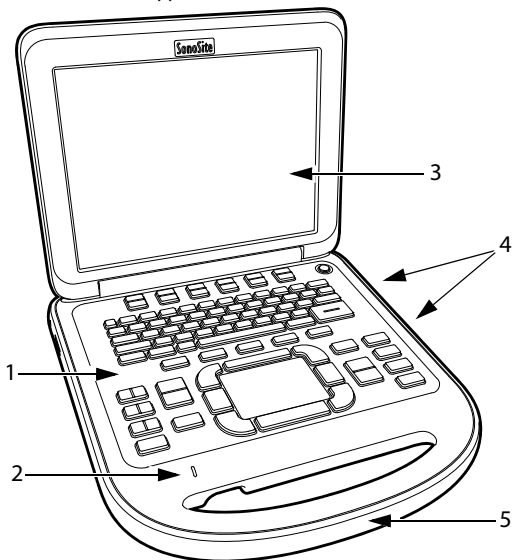

Рис. 1 Элементы передней панели системы: (1) панель управления, (2) индикатор питания переменного тока, (3) дисплей, (4) USB-порты, (5) ручка
- ❖ Вставьте накопитель USB в любой USB-порт системы или мобильного стыковочного устройства. См. **Рис. 1** на стр. 1.